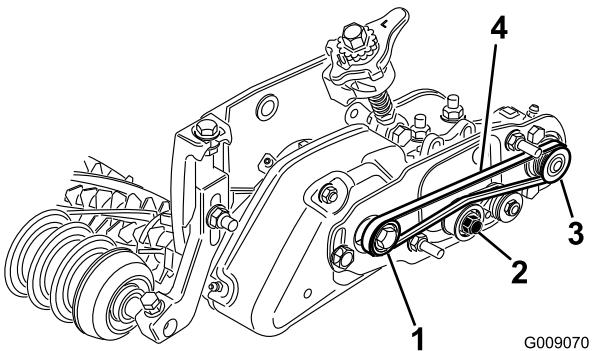

Figura 32
- Avvolgete la cinghia intorno alla puleggia **condotta** e successivamente intorno alla parte superiore della puleggia tendicinghia (Figura 32).
- Avviate la cinghia sulla **puleggia motrice** (Figura 32).